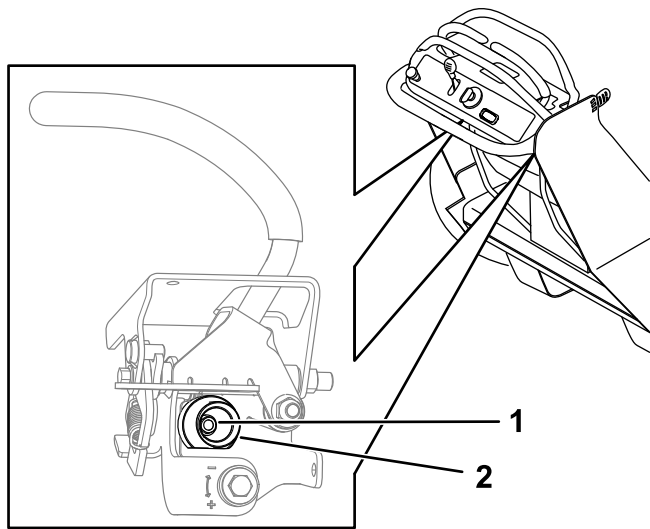

Рисунок 60
- 5. Ослабьте гайку крепления кулачка того рычага управления движением, который вы регулируете в данный момент (Рисунок 60).
6. Отрегулируйте кулачок так, чтобы его рычаг был совмещен с другим рычагом управления движением, и затяните гайку кулачка (Рисунок 60).